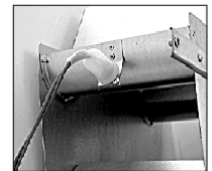

Рис. 21 – Термостат продуктов сгорания
- термостат размещен в левой боковой части прерывателя тяги (рис. 21);